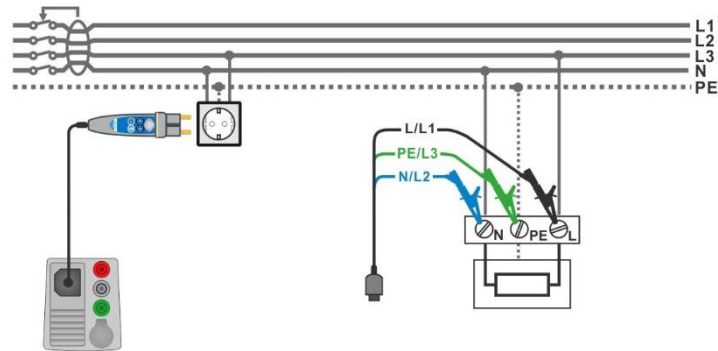

Abbildung 7.57: AUTO TN (RCD) Messung
- › Schließen Sie den 3-Leiter Prüfadapter oder den Commander-Prüfstecker am Prüfling an, siehe **Abbildung 7.57**.